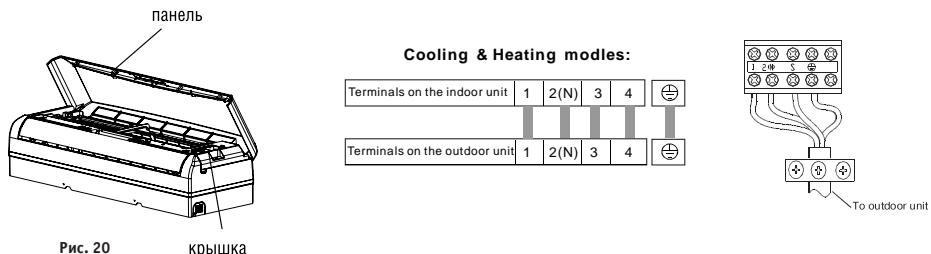

Рис. 20
- Снимите панель и винты и выньте крышку клеммной коробки (рис. 20).